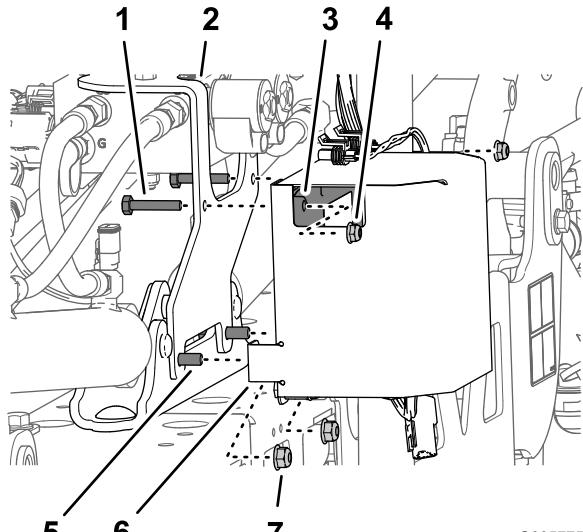

Bild 29
3. Entfernen Sie die zwei Sicherungsbundmuttern ($\frac{5}{16}$ "), mit denen die Befestigungshalterung des Finishingkits für den Ultra Sonic Boom befestigt ist, von der Zylinderbefestigung (Bild 29).
4. Befestigen Sie die Abdeckung des Steuergeräts (Bild 29) an der Bundkopfschraube ($\frac{5}{16}$ " x 1") in den unteren vorderen Löchern in der Abdeckung und befestigen Sie die Abdeckung, Halterung und die Befestigung lose mit den zwei Sicherungsbundmuttern ($\frac{5}{16}$ "), die Sie in 3 entfernt haben.
5. Befestigen Sie die zwei Schrauben ($\frac{1}{4}$ " x $1\frac{1}{8}$ ") durch die oberen Löcher in der Befestigungshalterung (Finishingkit für den Ultra Sonic Boom), den hinteren Flansch (Steuergerät-Abdeckung) und das Steuergerät (Bild 29) mit den zwei Sicherungsbundmuttern ($\frac{1}{4}$ ").